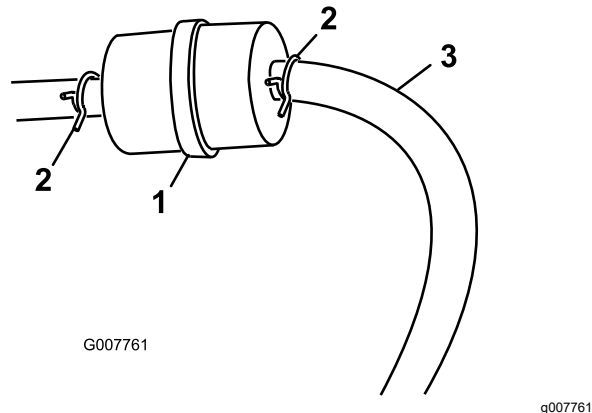

图 23
3. 将软管夹的两端挤压到一起将它们滑离滤清器图 23。
5. 安装新的滤清器并将软管夹移近滤清器图 23。
3. 松开燃油滤芯上的软管夹、沿燃油管向上滑动、使之离开燃油滤芯图 23。
4. 从燃油滤芯上断开燃油管图 23。
注意 让燃油排入燃油容器或放油盘图 23。
5. 将燃油管安装到燃油滤清器上。将软管夹滑近燃油滤清器固定燃油管（图 23）。